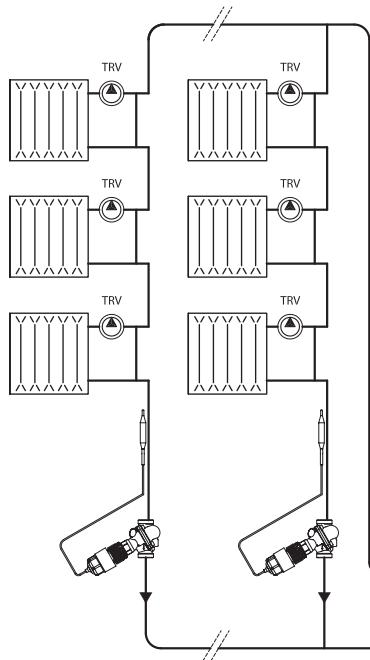

Рис. 50
- для однотрубных стояков систем отопления (рис. 50),